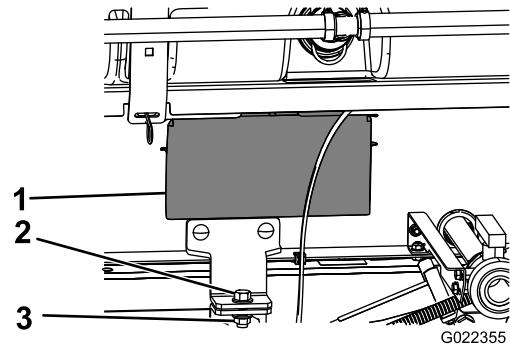

Figura 26
8. Fissate la staffa di fissaggio del gruppo del telaio di supporto del serbatoio alla staffa del pianale sul telaio su ciascun lato della macchina con un bullone ($\frac{1}{2}$ " x $1\frac{1}{2}$ " e un dado di bloccaggio ($\frac{1}{2}$ "), come illustrato nella Figura 26.
5. Rimuovete gli sportellini di accesso su entrambi i lati del telaio di supporto (Figura 26).